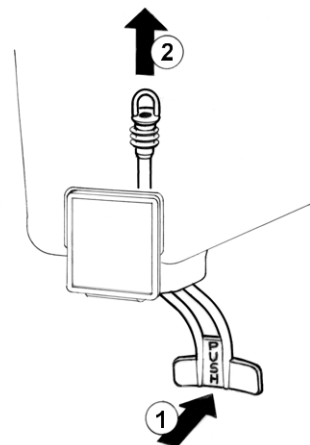

figure 4
- Robinet avec tube en caoutchouc:** pousser (1) le levier de débit robinet et défiler (2) le tuyau robinet de son siège sur le fond du réservoir (voir figure 4).